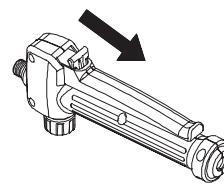

图 13
1. 如需锁定，按下操纵杆，向后拉锁定按钮，然后松开操纵杆。参考图 13。